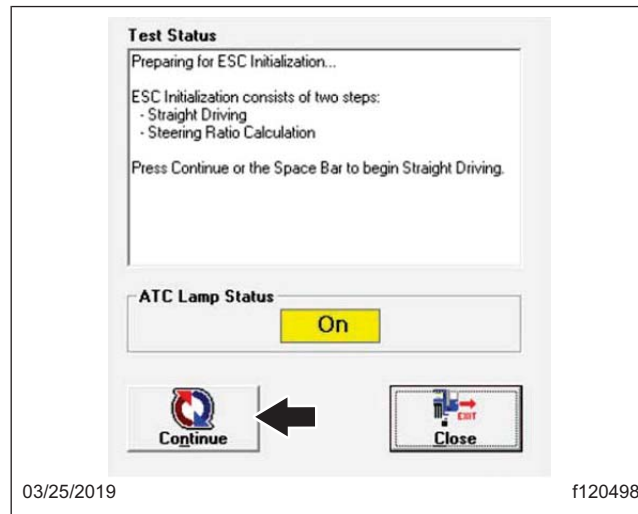

Fig. 8, Statut des essais, initialisation du contrôleur ESC
4. Dans le message contextuel qui apparaît, appuyez sur la barre d'espace ou sélectionnez « Continue » (Continuer) lorsque vous êtes prêt à continuer. Reportez-vous à la figure . 8 Le témoin lumineux du système d'antidérapage automatique (ATC) se met à clignoter pour informer le conducteur que le module ECU est en mode d'apprentissage.
5. Suivez attentivement les instructions qui apparaissent dans le message contextuel. Reportez-vous à la **figure . 8** La procédure d'initialisation de l'ESC nécessite la conduite du véhicule. Une fois l'initialisation du contrôleur ESC commencée, les messages changent automatiquement à mesure que les exigences sont remplies. NE sélectionnez PAS à nouveau le bouton « Continue » (Continuer), car cela pourrait entraîner l'échec du processus.